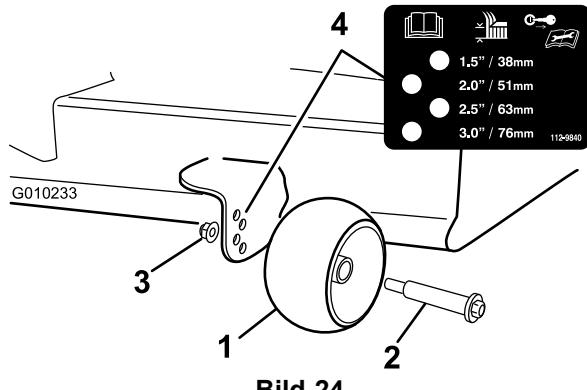

Bild 24
3. Stellen Sie die Antiskalpierrollen so ein, dass sie der nächsten Schnitthöheneinstellung entsprechen (Bild 24).